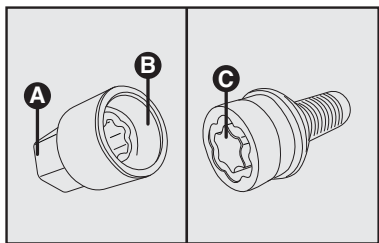

fig. 10
– Retirar da bolsa de ferramentas a chave soquete (ou em local opcional no veículo) **fig. 10**, que destrava o mecanismo antifurto.
– O destravamento da roda deve ser realizado encaixando a extremidade **B** da chave soquete **fig. 10** no encaixe **C** do parafuso especial de retenção da roda. Na extremidade **A** deve ser encaixada a chave de roda fornecida com o veículo.